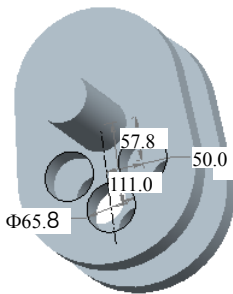

图 15.4.15 结果
(7) 在图 15.4.13 所示的“优化/可行性”对话框中,单击**计算**按钮,经过几秒钟的系统运算后,系统提示 **此零件优化成功**。此时模型尺寸如图 15.4.15 所示。
(8) 要保存研究,请选择 **文件(F)** **→** **保存(S)** 命令。
(9) 在“优化/可行性”对话框中,单击**关闭**按钮。
(10) 在弹出的“确认模型修改”对话框中,单击**确定**按钮。